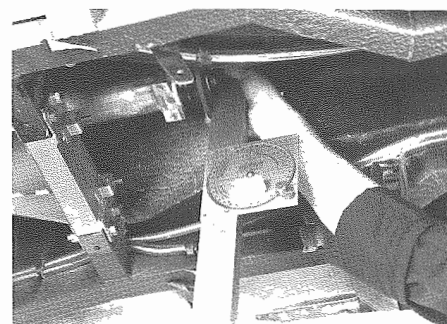

Fig. 6 - Livella n. 5 a flangia cambio
- Controllare l'angolo che la flangia sul cambio forma con la verticale con l'apposita livella (**Fig. 6**):
- Check with the proper level the angle made by the flange on the transmission and the vertical (**Fig. 6**):